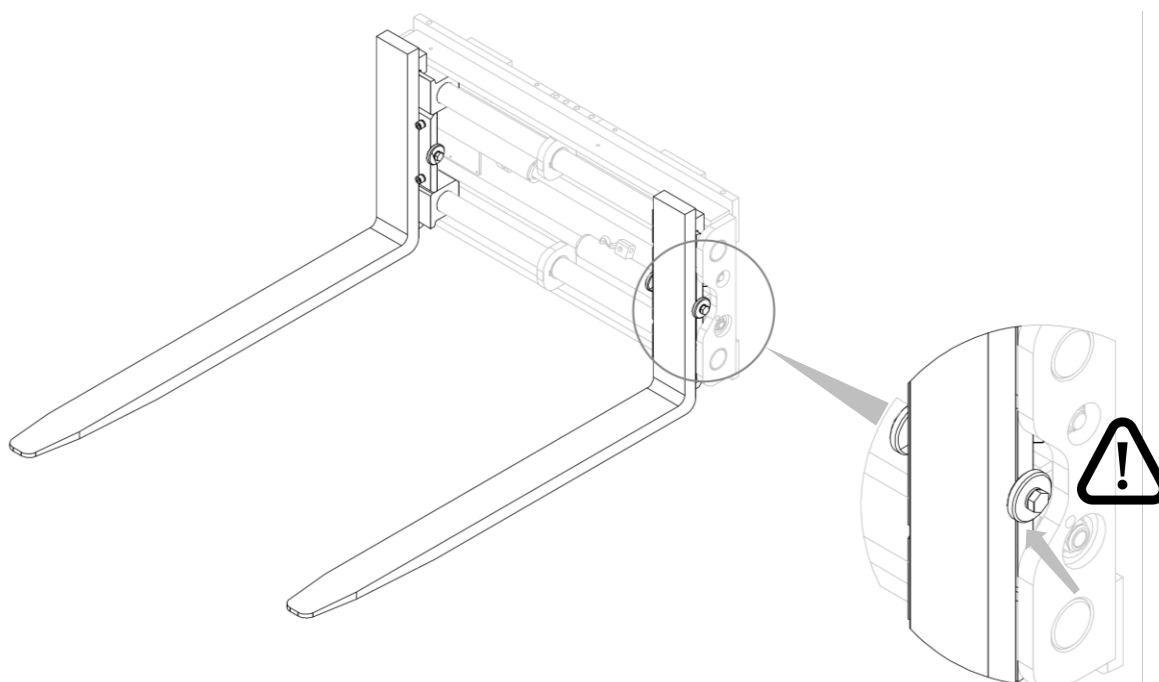

Figura 12
2. Inserte las horquillas y vuelva a apretar los toques (mira *Figura 12*).